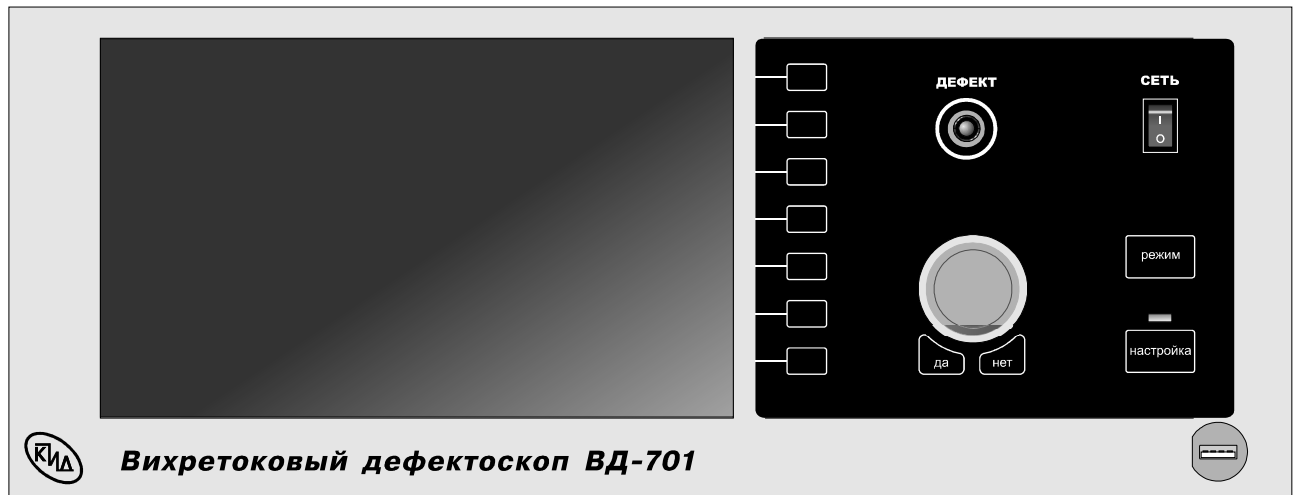

Рис. 4.1
4.3.1. На передней панели (рис.4.1) электронного блока расположены экран(16), USB разъём(15), и следующие органы управления и индикации: